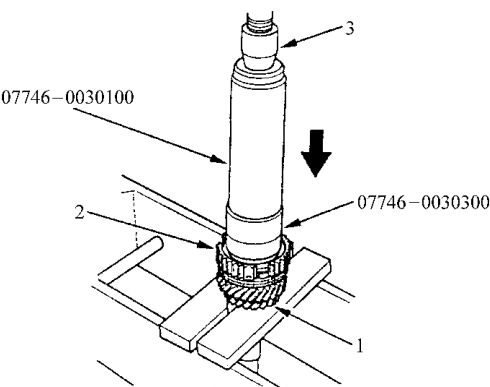

图 4-74 安装 3 档/4 档同步毂
- 3) 如图 4-74 所示，在钢块上将 2 档齿轮支撑起来，然后，借助专用工具和压力机，安装 3 档/4 档同步毂。